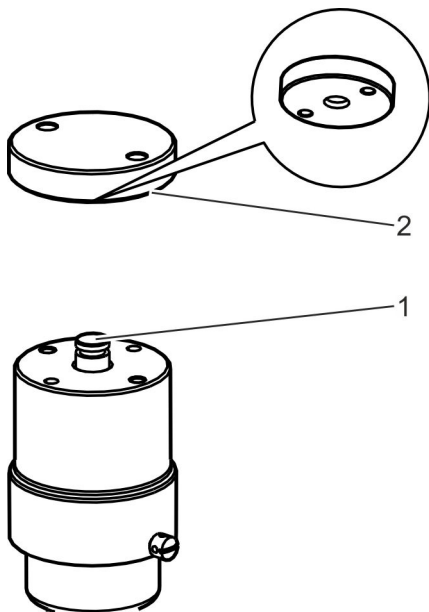

Fig. 29 : Mise en place du dispositif de blocage
6. ➤ Placer le dispositif de blocage (Fig. 29 /2) sur le corps de guidage (Fig. 29 /1) sortant du carter.